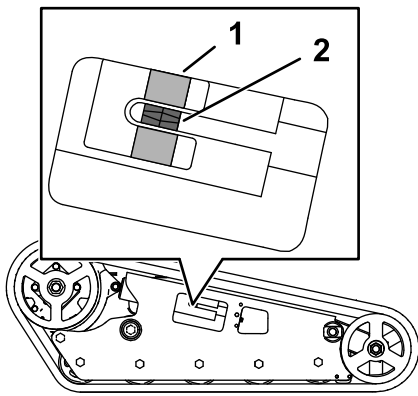

Figura 58
Compruebe que el bloque tensor está alineado con la guía verde de la pegatina, o que el bloque está a 1,3 cm del extremo trasero de la ranura del tubo tensor (Figura 58).
4. Usando una llave de carraca de ½", gire el tornillo tensor hasta que el bloque tensor quede alineado con la guía verde de la pegatina o esté a 1,3 cm del extremo trasero de la ranura del tubo tensor (Figura 58).
8. Compruebe que el bloque tensor quede alineado con la guía verde de la pegatina o esté a 1,3 cm del extremo trasero del tubo tensor en ambas orugas (Figura 58). Ajustelo si es necesario.